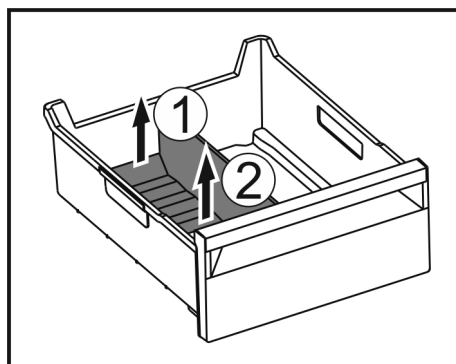

Fig. 170
- ▶ Zvedněte zadní část přepážky přihrádky na led. Fig. 170 (1)
- ▶ Přepážku přihrádky na led vyjměte nahoru. Fig. 170 (2)